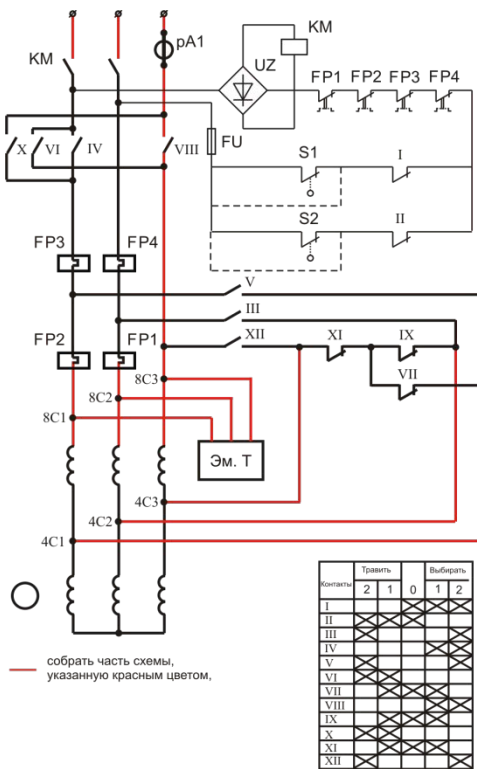

Рис. 4
4. Определить состав схемы (рис. 4), найти элементы схемы на щите. Собрать схему, проверить работу двигателя, настроить схему. Продемонстрировать работу.